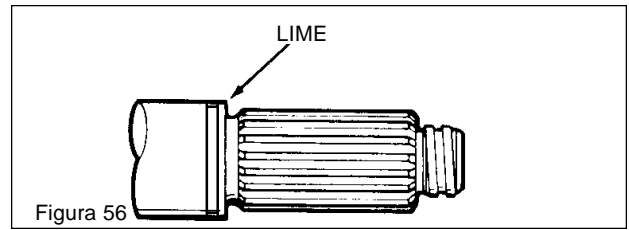

Figura 56
SENCILLO INTERIOR (Vea la figura 56)
- c. Alise con una lima el resalto del eje contra el que hace contacto el rotor para quitar el "extremo abocardado" y facilitar el desmontaje de los asientos del sello. (Vea la figura 56)